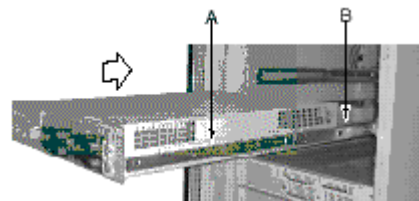

图 2-3-8
10. 如图 2-3-8 所示, 将 2460r 小心的放入伸出的滑轨(A)中。然后慢慢的推入机柜中。